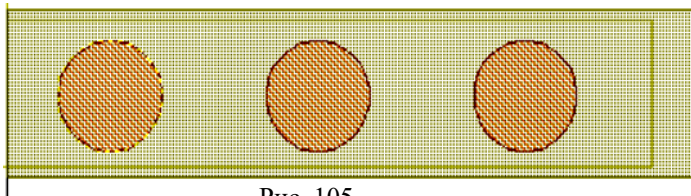

Рис. 105
6. Скопируйте перемычку и вставьте её справа два раза с интервалом в 60 мил. При вставке можно нажать **Tab**, чтобы ввести координаты для равномерного размещения перемычек. В итоге должно получиться как показано на рис. 105.